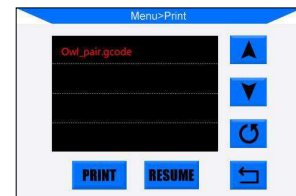

図 13
**Step 7.** テストプリント：付属のSDカードの裏面に上に向けてプリンタ本体のSDカードスロットに差し込んでください。メインメニューの「Print」アイコンをクリックするとファイルリストが表示されます（図13）印刷可能なテストファイル“owl\_pair”（ペアのフクロウ）が保存されています。（“owl\_pair”作者：etotheipi, www.thingiverse.com）